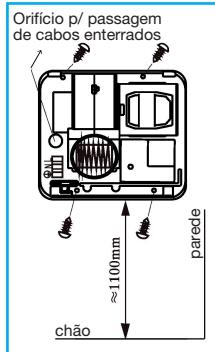

Figura 3
- Fixe o corpo do secador à parede utilizando os parafusos fornecidos (ver Figura 3). No caso de instalação embutida, passe previamente o cabo de alimentação pelo orifício específico e efetue a ligação ao conector interno.